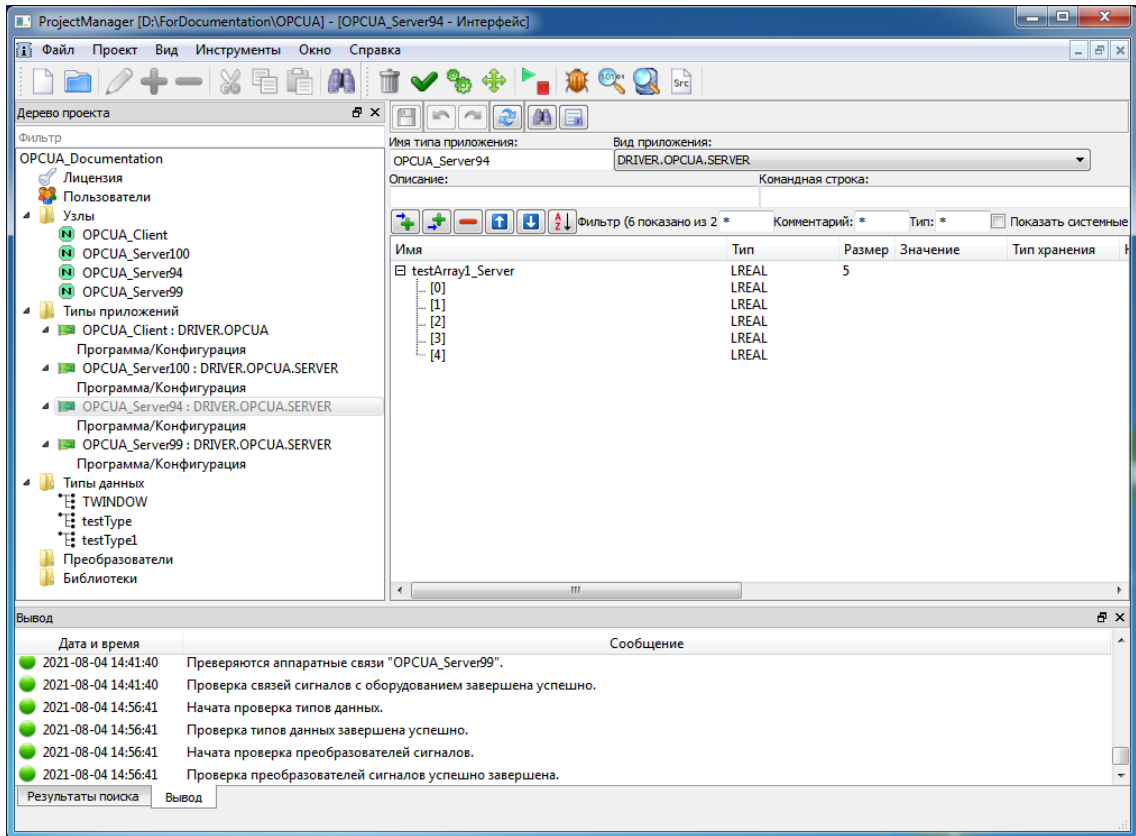

Рисунок 3.233 - Интерфейс приложения OPCUA_Server94
4.1 Интерфейс приложения OPCUA_Server94 представлен на рис. 3.233.